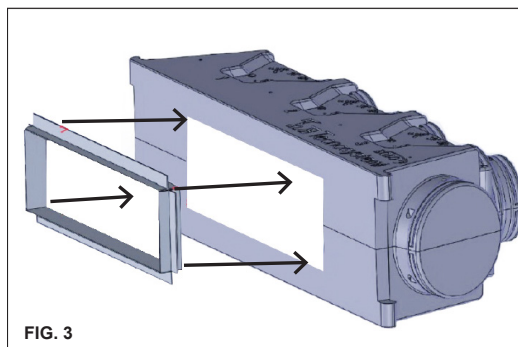

FIG. 3
3. Spalmare la colla in dotazione all'interno dei profili in alluminio e fissarli in corrispondenza della bocca, battendo con l'ausilio di un martello in modo da farli aderire bene al plenum. Verificare che le dimensioni della bocca di innesto sovrappongano le dimensioni esterne della flangia di mandata della macchina canalizzata. Attendere circa un minuto per far aderire la colla e proseguire quindi con il montaggio. (Fig.3)
3. Spread the glue supplied inside the aluminium profiles and affix to the nozzle, using a hammer to make a solid join to the plenum box. Check that the size of the connection nozzle is greater than the external size of the supply flange of the channelled machine. Wait approx. 1 minute for the glue to go off. (Fig. 3)